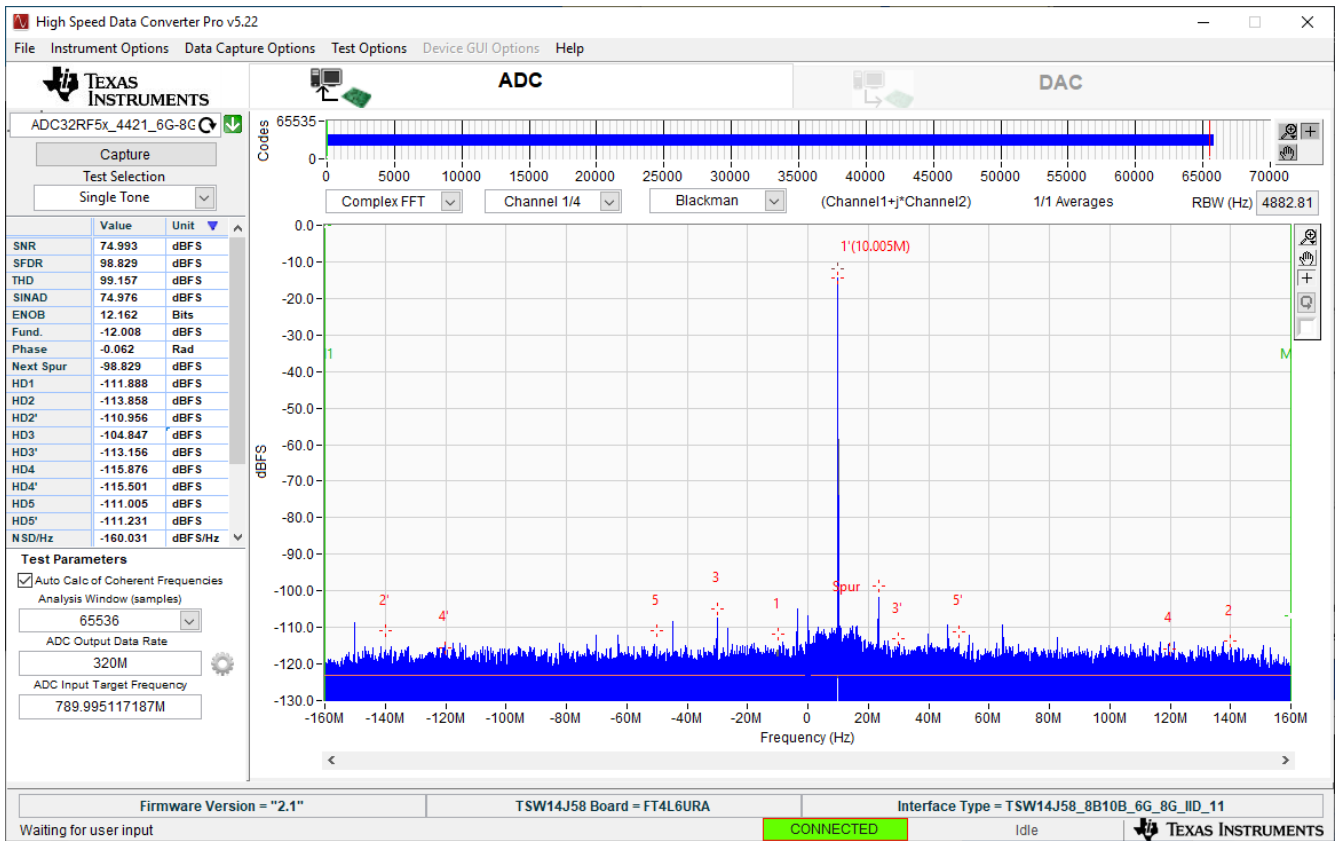

图 3-9. 789.995MHz 输入，8x 复杂抽取，1x 平均值计算，抖动开启
15. 按下 **Capture** 按钮并弹出类似 图 3-9 的屏幕。